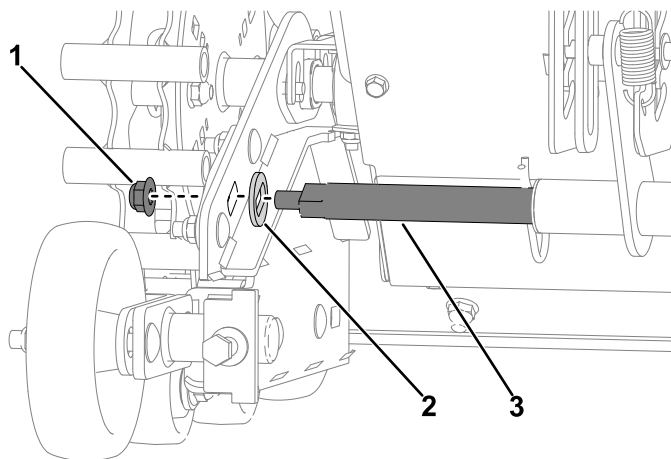

Figura 31
- Instale as duas anilhas especiais na barra articulada no cubo da articulação. Instale a barra articulada com as anilhas especiais nos conjuntos de lagartas e placa articulada e prenda-a com duas novas porcas de bloqueio ($\frac{3}{8}$ pol.) (Figura 31).